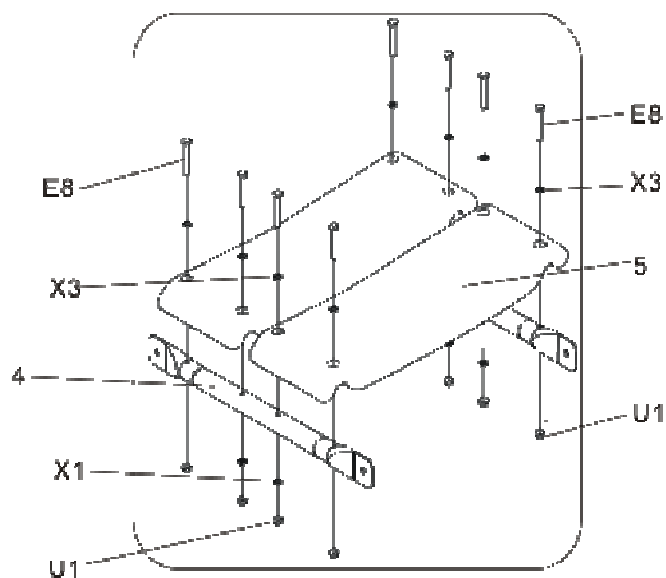

Figure 5
6. Figure 5: Fixati cele doua placi ale scaunului (5) pe tubul fix (4) folosind suruburi (E8), saibele (X1, X3) si piulite (U1).